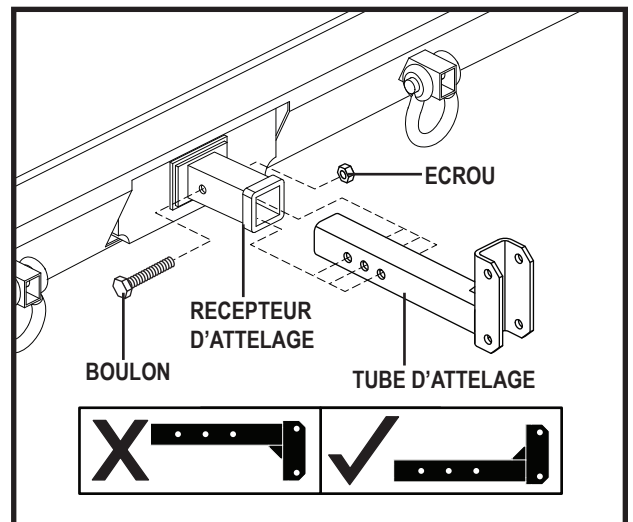

Figure 10. Installation du tube d'attelage
2. Faites glisser le tube d'attelage dans le récepteur d'attelage du véhicule, en alignant le trou de montage le plus proche du système de levage avec le trou de montage dans le récepteur d'attelage. Assurez-vous que le tube d'attelage est correctement orienté. **Voir la figure 10.**
3. Fixez le tube d'attelage avec le boulon et l'écrou fournis, en insérant le boulon du côté fileté du tube d'attelage. **Voir la figure 10.**